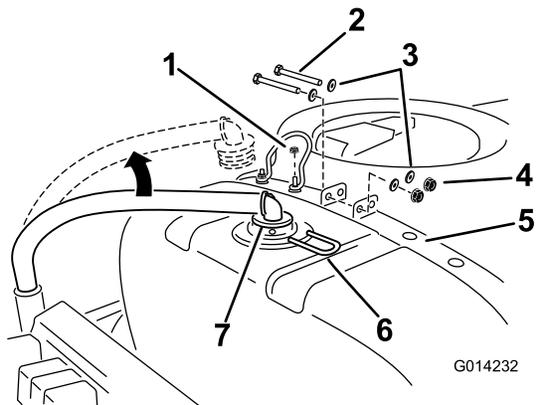

図 7
- メイン・タンクの後部と上部から給液ホースを外す (図 7)。